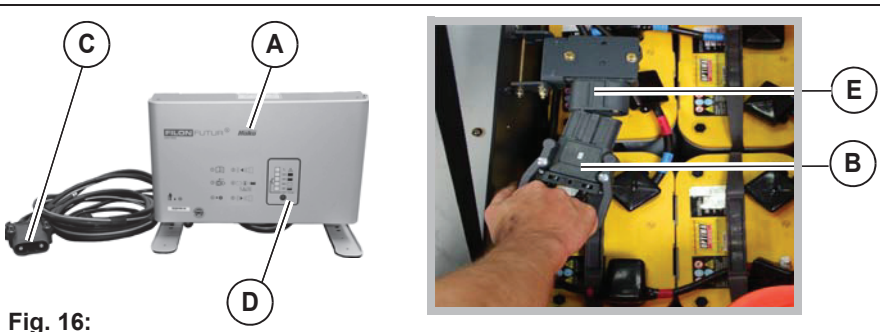

Fig. 16:
Les batteries sont chargées au moyen du chargeur **Fig. 16-A**. Les batteries peuvent être rechargées dès qu'un segment du témoin du niveau de charge **Fig. 14-51** s'est éteint.
2. Débrancher le connecteur de la batterie **Fig. 16-B** côté machine.
3. Raccorder le connecteur de la batterie de la machine au connecteur du chargeur **Fig. 16-C**.
5. Le niveau de charge des batteries pendant le processus de chargement est affiché sur l'indicateur **Fig. 16-D** du chargeur rapide. Pendant ce temps, le témoin de contrôle de charge **Fig. 14-51** dans le champ d'affichage est inactif !
- Débrancher le connecteur de la batterie du chargeur et le raccorder de nouveau au connecteur de la machine **Fig. 16-E**.